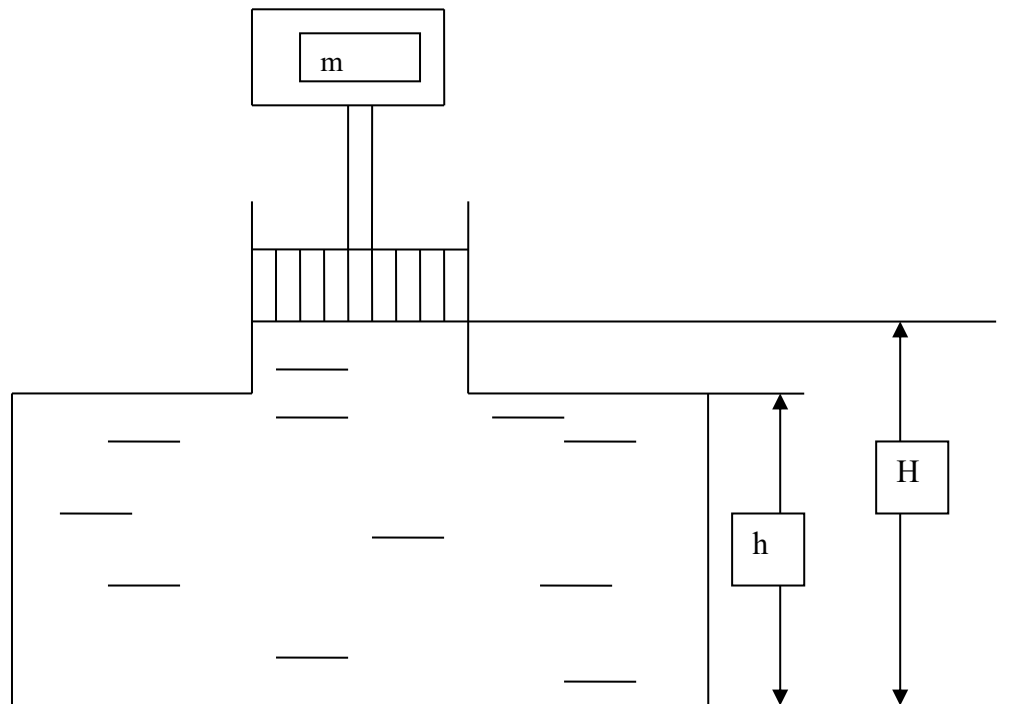

Рис. 1
**Задача 2.** Определить объемный модуль упругости жидкости, если под действием груза  $A$  массой  $m = 250 \text{ кг}$  поршень опустился на расстояние  $\Delta h = 5 \text{ мм}$ . Начальная высота положения поршня (без груза)  $H = 1,5 \text{ м}$ , диаметр поршня  $d = 80 \text{ мм}$ , а резервуара  $D = 300 \text{ мм}$ , высота резервуара  $h = 1,3 \text{ м}$ . Весом поршня пренебречь. Резервуар считать абсолютно жестким. Рис. 1.